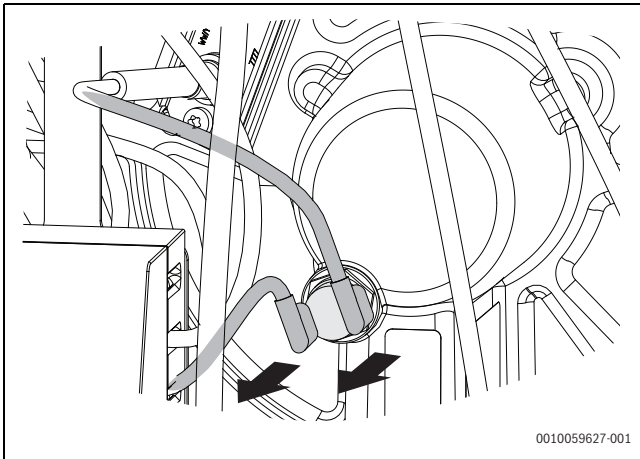

Bild 76 Stecker am Temperaturwächter abziehen
- Stecker am Temperaturwächter abziehen (→ Bild 76)